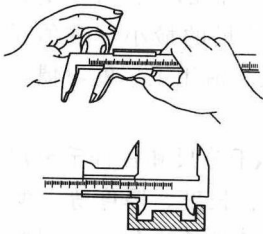
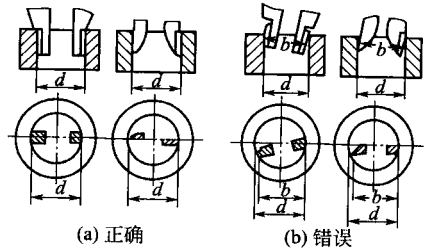

图 1-19 内尺寸的测量方法
图 1-20 内尺寸正确与错误测量的比较
④ 测量内尺寸时，应使卡脚开度略小于被测尺寸，卡脚插入内径后，再轻轻拉开活动卡脚，使两脚贴住零件的内表面，两测量爪贴合时应无漏光现象，尺身的直径不能偏歪，如图 1-19 所示。图 1-20 所示为正确与错误的测量比较。